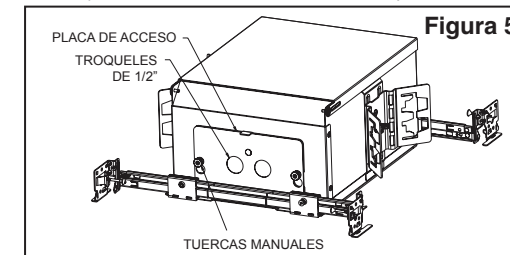

Figura 5
1. Quite el/los troquel(es) de la placa de acceso y conecte el ducto con los accesorios eléctricos apropiados (por otros). (Vea la Figura 5)